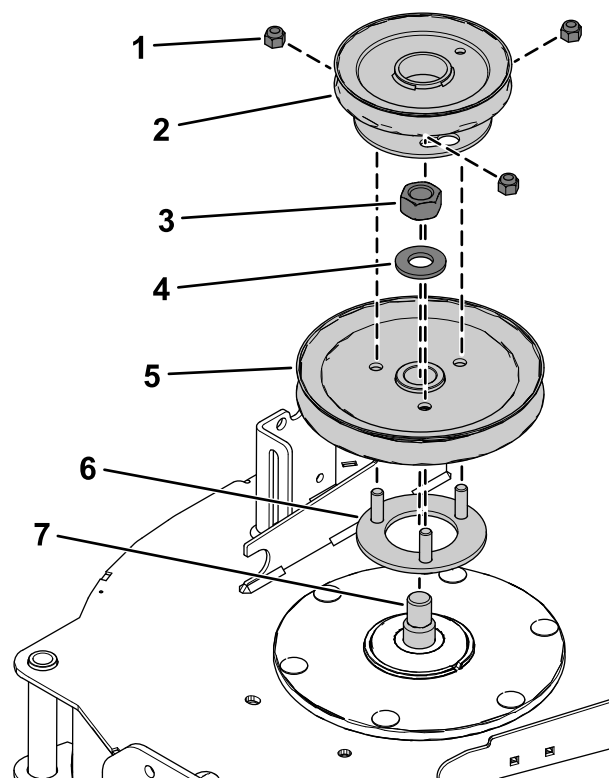

Figura 20
4. Insira as cavilhas roscadas na montagem da polia através dos furos na polia da plataforma (Figura 20).
5. Prenda a polia da plataforma ao eixo da utilizando a porca sextavada previamente removida ($\frac{3}{4}$ pol.) e anilha (Figura 20).
7. Oriente a polia do soprador nas cavilhas roscadas e instale sem apertar as três porcas de bloqueio ($\frac{3}{8}$ pol.) como se mostra na Figura 20.